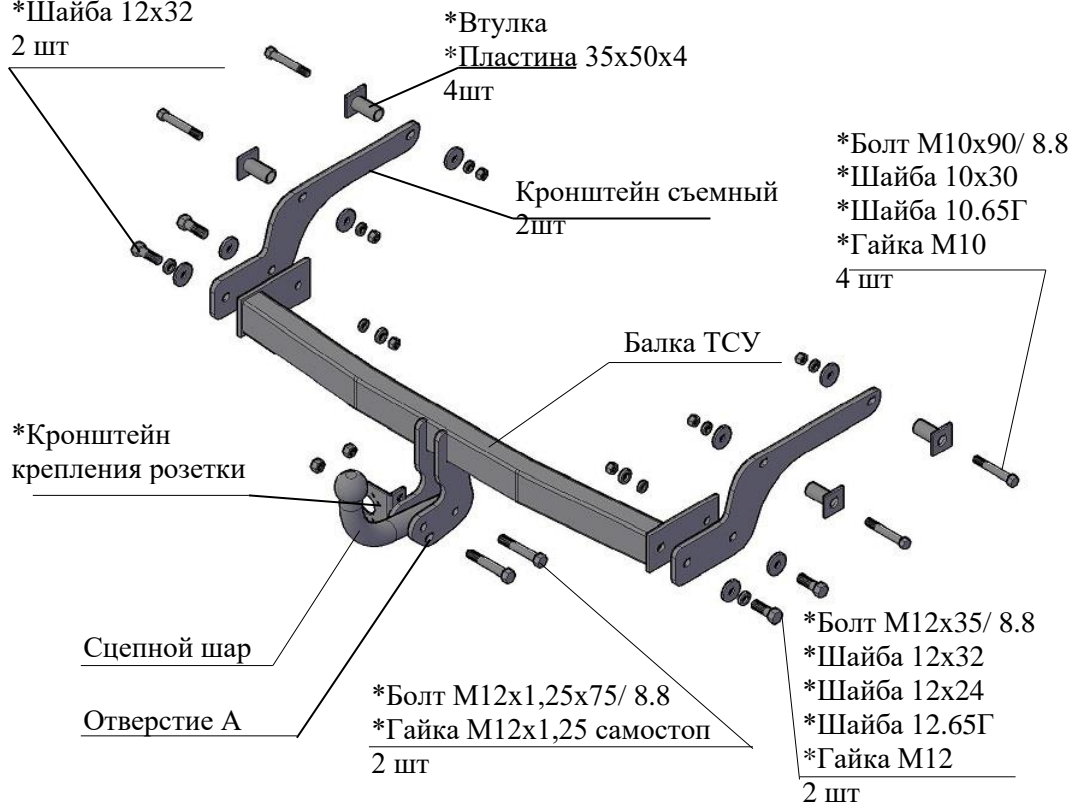

Рис.1 Тягово-сцепное устройство ТСУ 9031
2.1 ТСУ 9031 в сборе (рис.1)	1 шт.
2.2. Пакет комплектующих (рис.1)+защитный колпак	1 шт+1 шт
4.3 Закрепить съемные кронштейны ТСУ к наружным полкам лонжеронов а/м болтами М10х90 (кл.пр.8.8) и гайками М10, соблюдая положение болтов в соответствии с рис.1. Внутрь лонжеронов установить дистанционные втулки. Пластины 35х50х4 установить соответственно рис.1 Крепеж не затягивать.